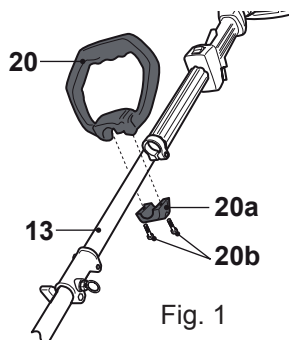

Fig. 1
- > Placer la poignée avant [20] sur le tube de transmission haut [13] et aligner le couvercle sur la partie basse. Bien fixer la poignée avant avec les boulons, les serrer avec la Clé hexagonale 4mm [31] (Fig.1).